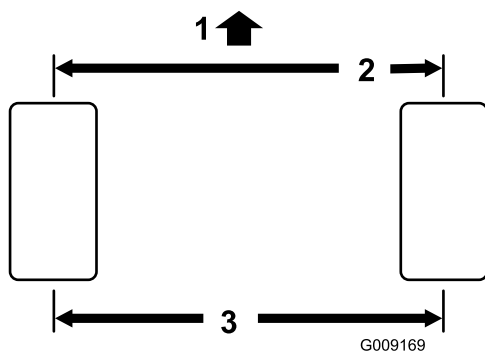

Figura 48
5. Măsurai distanța dintre anvelopele faă la înălțimea osiei, atât în partea din faă, cât i cea din spate a anvelopelor (Figura 48).